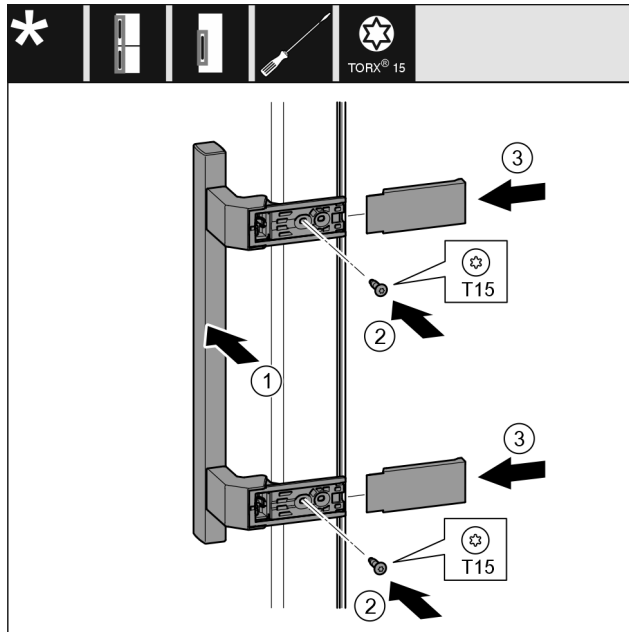

Fig. 25
- ▶ Držadlo Fig. 25 (1) nasadte na opačnú stranu.
- ▶ Pevne utiahnite skrutky Fig. 25 (2) skrutkovačom.
- ▶ Kryty Fig. 25 (3) nasadte a nasuňte z boku.